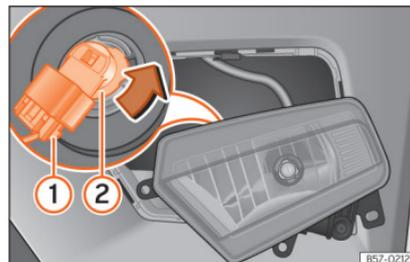

Abb. 58 Nebelscheinwerfer: Lampenhalter ausbauen
- Ziehen Sie die Metallklammer an der Oberseite des Nebelscheinwerfers zur Außenseite des Fahrzeuges ab **③ B** und entfernen Sie den Nebelscheinwerfer.
- Ziehen Sie den Stecker »» **Abb. 58 ①** von der Lampe ab.
- Drehen Sie den Lampenträger »» **Abb. 58 ②** nach links und ziehen Sie.